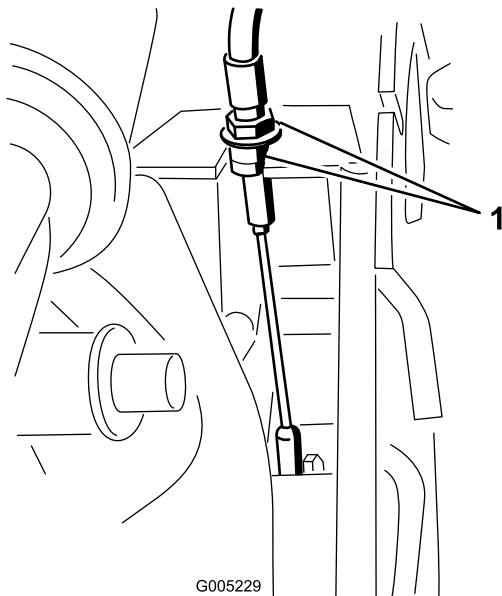

Figura 25
1. Si el cortacésped no avanza, haga girar las tuercas del cable de transmisión media vuelta en el sentido de las agujas del reloj para ajustar la correa (Figura 25).
2. Si el cortacésped avanza lentamente, haga girar las tuercas del cable de transmisión media vuelta en el sentido contrario a las agujas del reloj para aflojar la correa (Figura 25).